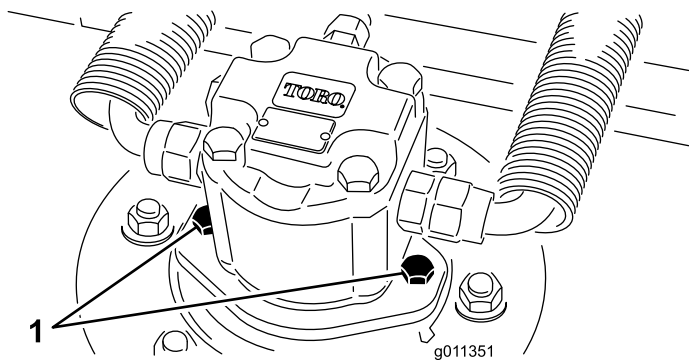

図 61
2. デッキから油圧モータを外す 図 61。異物が見つからないように、スピンドル上部にはカバーを掛けておく。
4. デッキに油圧モータを取り付ける 図 61。Oリングを忘れずに、また、損傷させないように注意して取り付ける。